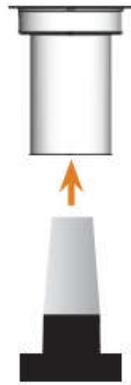

图 29 清理主轴内部
- 1、使用锥度工具清理主轴内部，如图 29 所示
- 2、使用主轴维护套装内的小刷子清理夹头如图 29 所示。在清理的过程中确保三个缓冲圈不要掉落，放置刷坏。